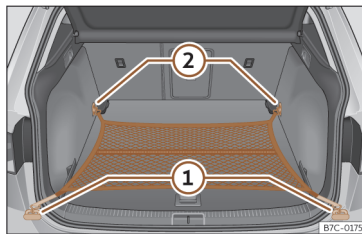

Fig. 166 Na bagageira: saco de rede fixado rente ao piso.
- Fixe os ganchos da rede nas argolas de fixação >>> **Fig. 166 ① e ②** >>> . O fecho de correr do saco deve ficar voltado para cima.